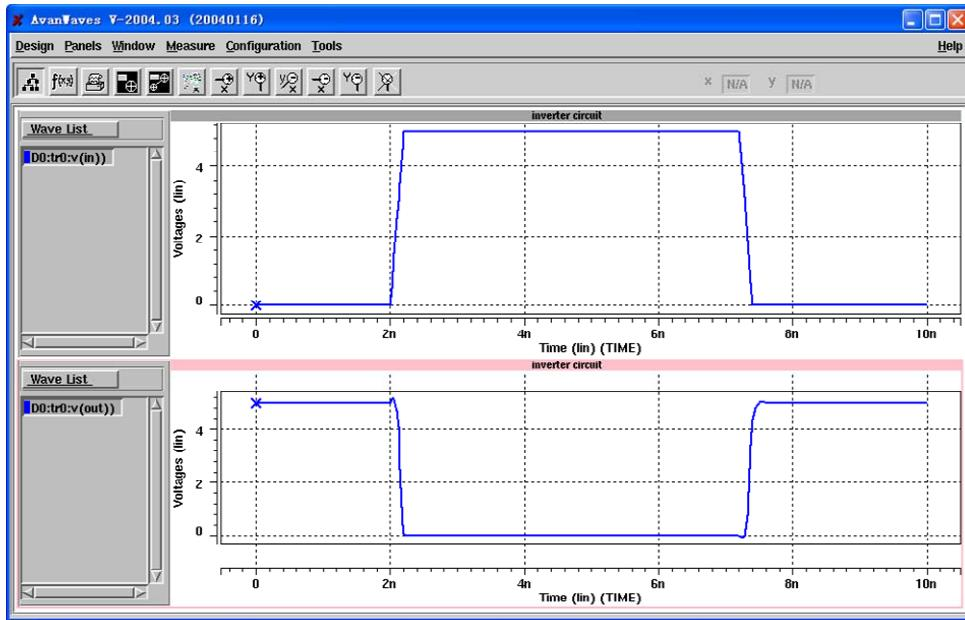

图 1.10 仿真波形图
③ 运行 hspice inverter.sp > inverter.lis 仿真，如出错，在 inverter.lis 文件查找错误的原因。
④ 观察波形，运行 awaves inverter 查看仿真波形，评估设计是否达到要求。如图 1.10 所示